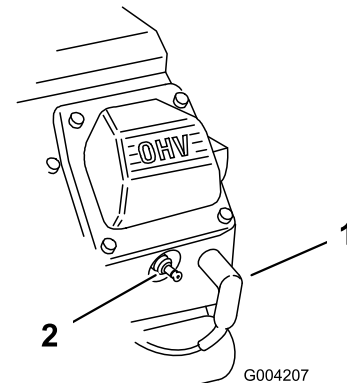

Figure 38
3. Débranchez les fils des bougies (Figure 38).
3. Rebranchez le fil de la ou des bougies (Figure 38).